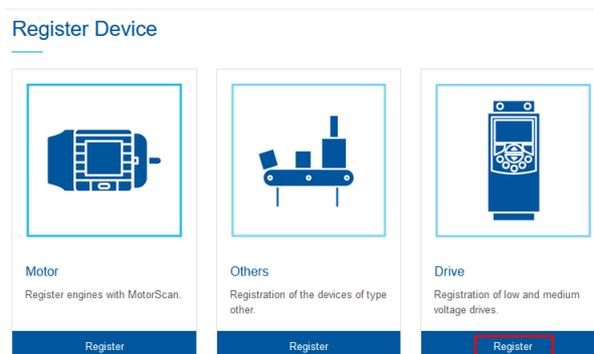

Figura 3.5: Adicionando um drive
- Passo 4** Selecione a opção “Drive” e clique no botão “Cadastro”, conforme a Figura 3.5.